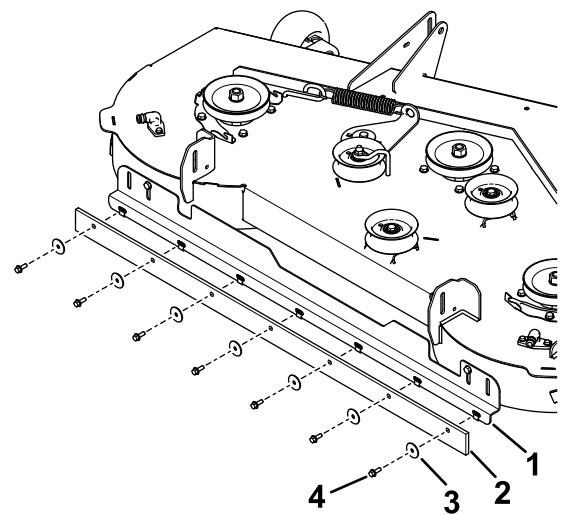

Figure 7
- Fixez le racloir sur le support à l'aide de 7 boulons (1/4 x 3/4 po) et 7 rondelles (Figure 7).